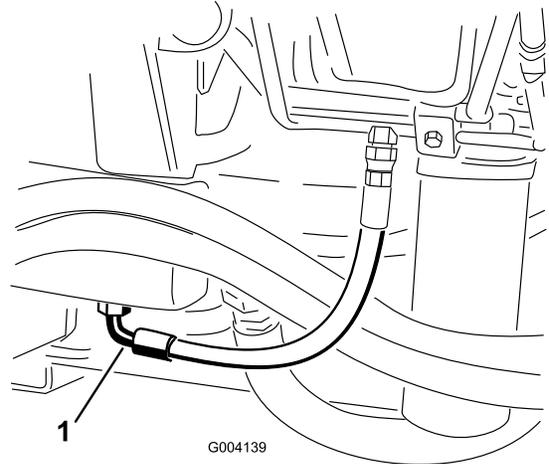

图67
2. 在液压油箱底部安装的接头下面放置一个大放油盘（图67）。